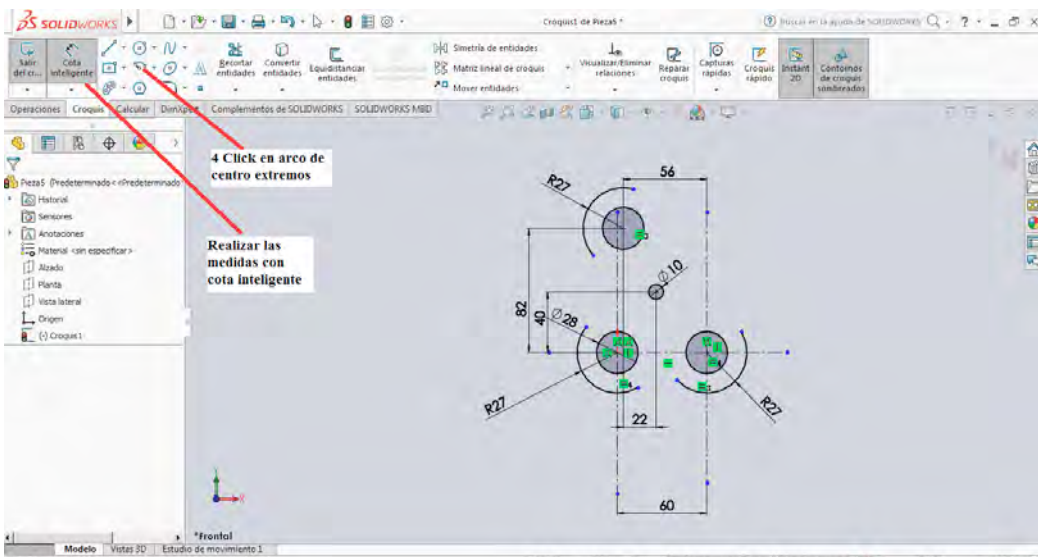

Figura 2-17
5. Click en **Arco de Centro Extremos** con el fin de construir tres arcos alrededor de las circunferencias generadas inicialmente con un radio de 27 mm cada una de las tres inicialmente se realizara de forma arbitraria y posteriormente se acotara con la finalidad de encuadrar cada una de ellas, en la figura 2-17 se pueden observar las cotas y la creación de los elementos mencionados anteriormente.